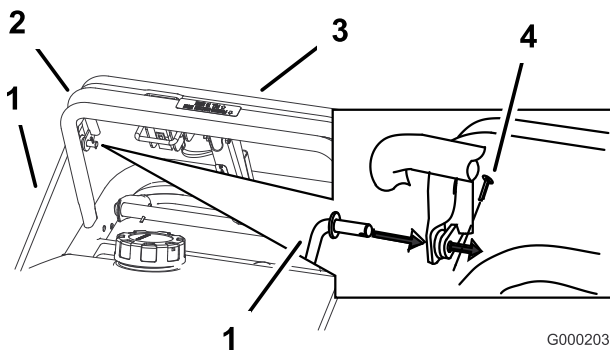

Figure 9
- Montez les tiges de commande dans la barre de commande supérieure et la barre de commande des lames. Fixez les tiges de commande avec 2 goupilles fendues (Figure 9).